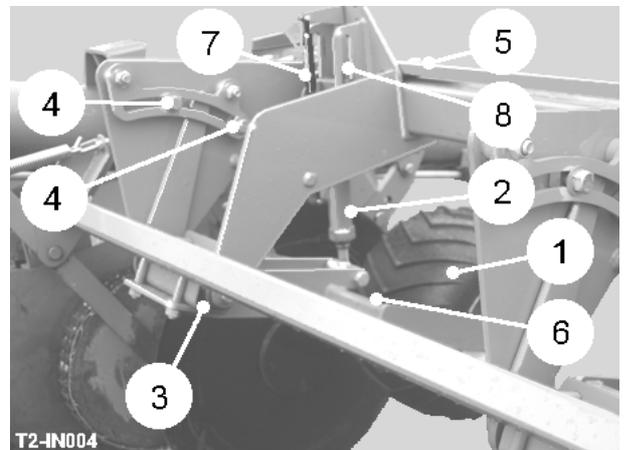

Fig 4
Los ruedas (item 1, fig 4) de profundidad funcionar con cada estribación controlan la profundidad de la acción. Su ajuste es muy importante para la operación eficaz del cosechador. El turnbuckle (item 2, fig 4) establece la profundidad trabajadora de las ruedas. Alargar el turnbuckle causará que las acciones operen shallower debajo de the top of la estribación y la manteca permitirá que la acción corra ms profundo.
Las ruedas están montadas sobre los muelles de torsión de goma (item 3, fig 4) que permiten que el peso de ser llevados de las ruedas reduzca compaction de la estribación, o para la compresión adicional de ser puesto sobre la estribación para consolidarlo en condiciones liviano cuando el flujo sobre las acciones es malo.
La configuración de compresión tiene que ser hecha cuando la máquina está en el trabajo con el propósito de que el respectivo puesto trabajador de la rueda de profundidad para la estribación es correcto. Colocando los registros de grampa (item 4, fig 4) en el cuadrante de compresión - configuración, el peso puede ser retirado de la rueda de profundidad, o la presión adicional puede ser añadido a la rueda.
Los ajustes de anchura de hilera son ajustados aflojando los pernos de grampa (item 5, fig 4), y slide el conjunto de volante until colocan centralmente sobre la estribación. Repita para the other rueda asegurando que están listos simétricamente sobre la línea central de la máquina. Las ruedas de profundidad son equipadas con un rasqueta (item 6, fig 4) each. Los rascadores deben ser el conjunto tan cerca de las ruedas as possible sin cometer falta contra ellos.
Una profundidad sensor (item 7, fig 4) es sido conveniente para a cada rueda de profundidad unidad. La unidad de control de profundidad permite que cada rueda detecte la altura de la estribación sobre la que es la ejecución y in lo hacer, mantiene la profundidad constante de la acción debajo de the top of la estribación. El sensor de control de profundidad nota la posición de the top of el turnbuckle de profundidad. La configuración de profundidad inicial debe ser hecha con la máquina sobre una superficie de nivel estable. Ponga uno 250mm el bloque de separador bajo cada rueda de profundidad y baje al cavador hasta que las acciones tocan el suelo. En esta posición, ajuste los turnbuckles con el propósito de que la máxima patilla es central en el hueco (item 8, fig 4). Por ausencia del otro, la profundidad sobre la pantalla debe ser puesta a 250 mm. La profundidad el ajuste puede serlo cambió aproximadamente + / - 75 mm por el operador del taxi de tractor.